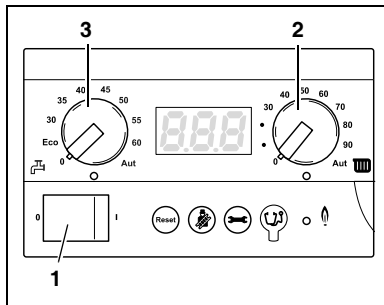

Fig. 19 Basiscontroller BC10
- Drej de to drejknapper på Basiscontroller BC10 (fig. 19, **pos. 2** og **pos. 3**) til den ønskede stilling (→ kapitel 4.2.1 og 4.2.2, fra side 31).
- Tænd for panelafbryderen (fig. 19, **pos. 1**) på BC10 (position "1").